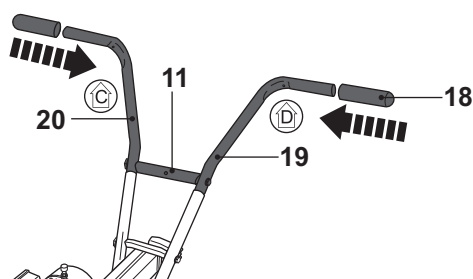

Fig. 2c
- > Enfilez les capuchons d'extrémité [18] sur les pieds C [20] et D [19] (Fig. 2c).